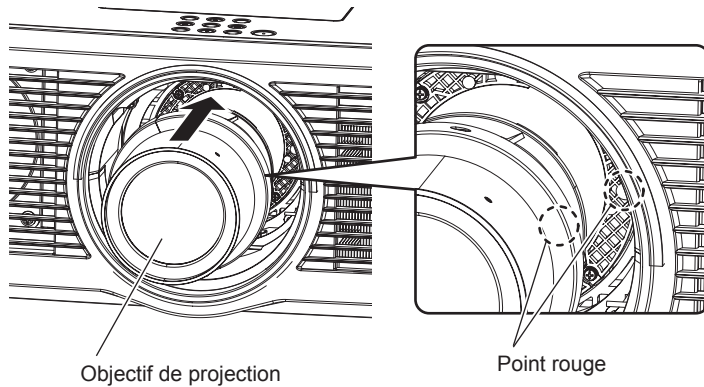

Fig. 1
- 1) Alignez le repère (point rouge) sur l'objectif de projection avec le repère (point rouge) sur le projecteur, et insérez-le complètement. (Fig. 1)